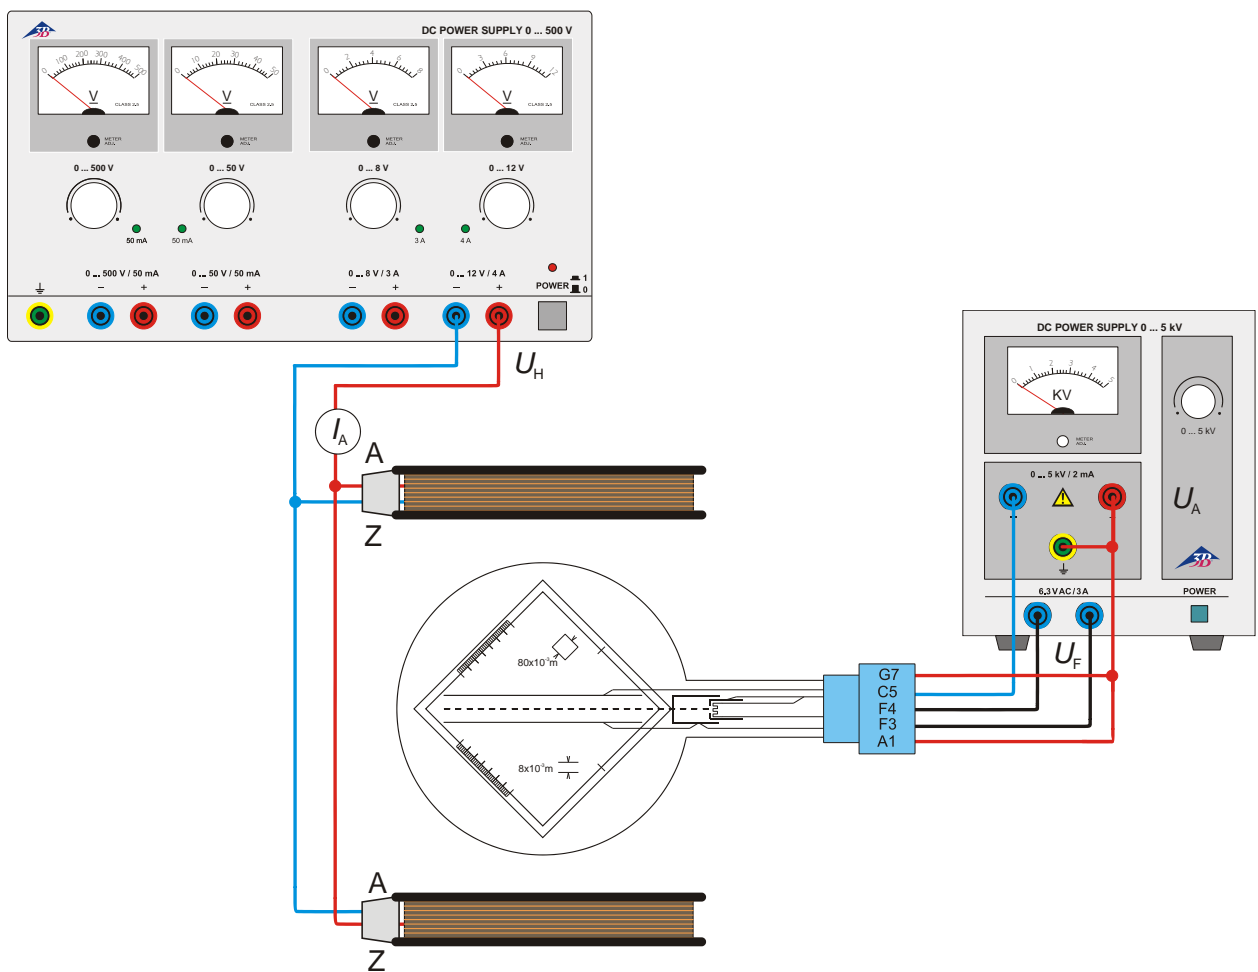

Fig. 2 Déviation magnétique
- Procédez au câblage du tube comme le montre la figure 2.
- Montez l'expérience comme le montre la fig. 2.